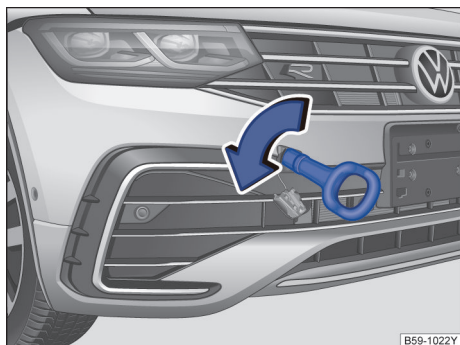

图 194 在保险杠的右前部：安装牵引环
- 将牵引环朝箭头方向拧入螺纹孔内，直到限位位置→ 图 194。